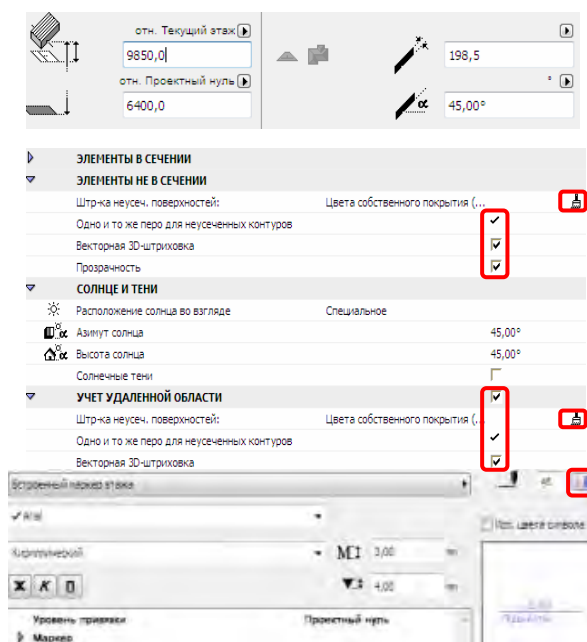

Рис. 78
10. Активизируйте в строке **Стандарт** инструмент  **Передать параметры** и щелкните им последовательно в зонах стен первого и подземного этажей с штриховкой, которую нужно изменить. Штриховка изменяется на пустую (рис. 78).